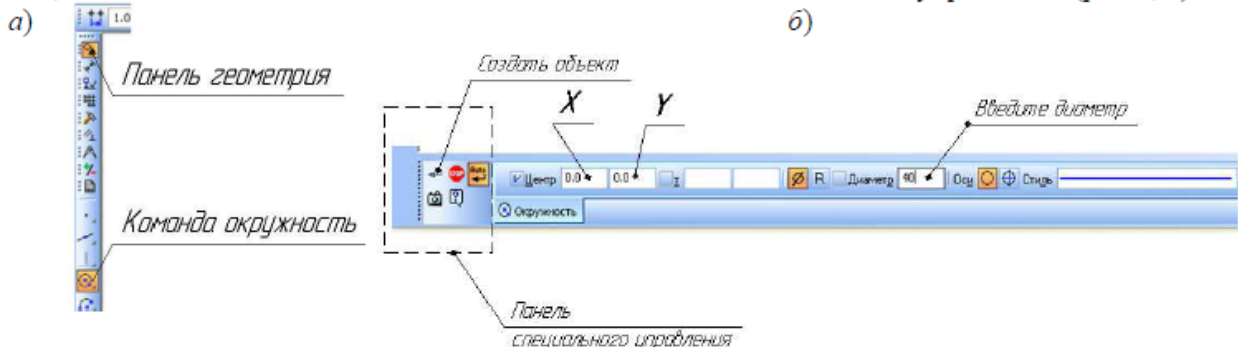

Рисунок 6 – Построение окружности а – Выбор команды окружность; б – Панель свойств
1. В компактной панели инструментов (Рис. 6, а) выберите панель **Геометрия**, ниже активируйте команду **Окружность**. После нажатия команды "окружность" внизу по умолчанию появится панель свойств активной команды окружность (Рис 6, б).
2. Установите координату центра окружности, для этого наведите курсор в ячейку поля «X» введите 0, нажмите на клавиатуре **Tab** (переход из одной ячейки в другую) введите в ячейку поля «Y» 0, нажмите **Enter**. Переведите курсор в ячейку диаметр (радиус) и установите  $\varnothing 40$ , нажмите **Ctrl +Enter** или создать объект на панели специального управления (рис.6, б)